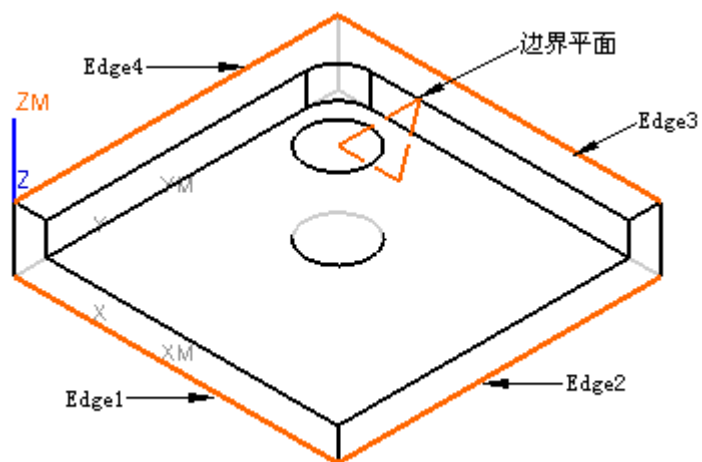
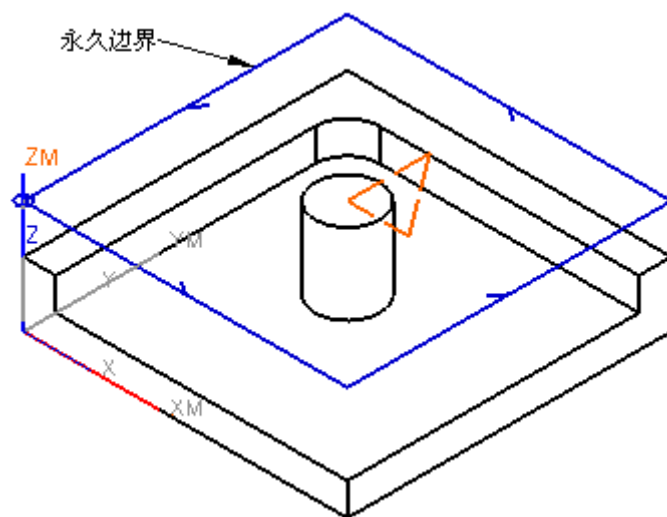

图 8-17
图 8-18
- 在图 8-16 中，单击对象平面 ，选择模型中的圆柱端面，定义其为边界平面，如图 8-17 所示。
- 选择如图 8-17 所示的 4 条边，Edge1、Edge2、Edge3 和 Edge4，单击 OK 确认创建参数，再单击 OK，生成如图 8-18 所示的永久边界。